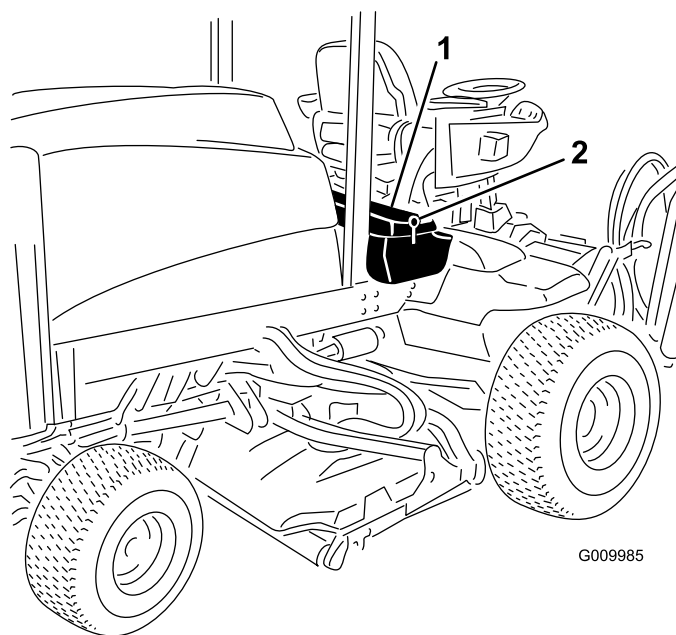
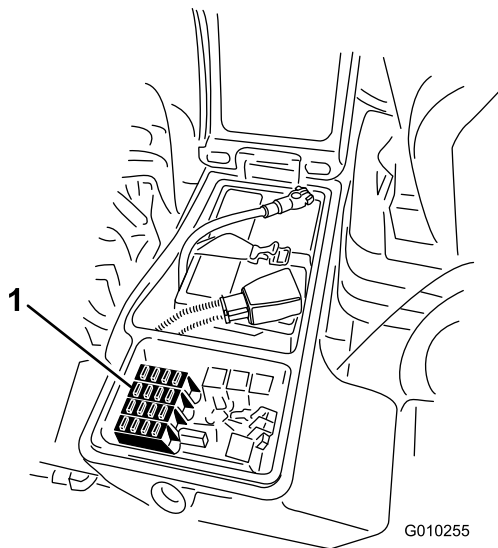

図 54
図 55
1. 右側の物入れのカバーのラッチを外してベルトカバーを外し 図 54、ヒューズブロックを露出させる 図 55。
2. 必要に応じてヒューズを交換する 図 55。
3. 右側の物入れのカバーを閉じてラッチで固定する 図 54。